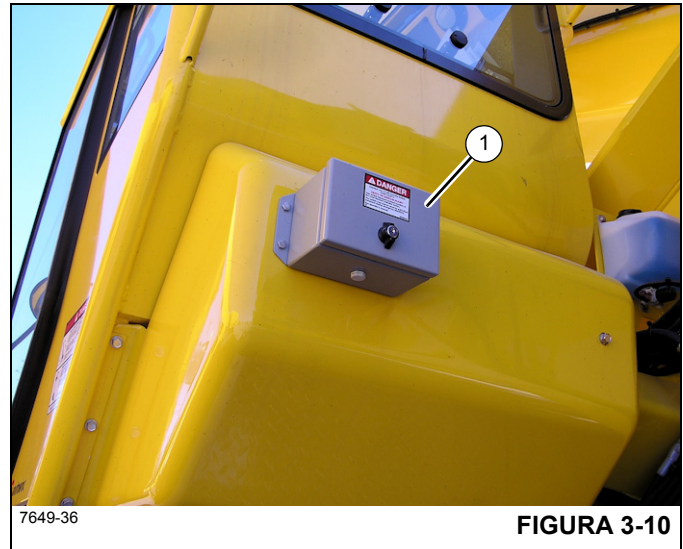

FIGURA 3-10
El interruptor de anulación de limitadores se encuentra dentro de una caja de puerta sencilla cerrada con llave (1) (Figura 3-10) que está fijada a la parte trasera exterior de la cabina del operador. Este es un interruptor basculante momentáneo de dos posiciones. En situaciones de emergencia solamente, presione y suelte el interruptor para anular los siguientes sistemas limitadores y sus bloqueos de función de grúa: